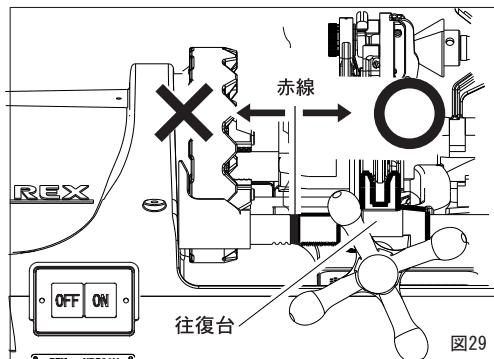

図29
- 受けパイプの赤線が往復台でかくれた位置からねじ切りを開始すると、ねじが切れ上がるまでに往復台が主軸台に当り、事故や破損の原因となります。（図29）
受けパイプの赤線が往復台でかくれた位置からねじ切りを開始すると、ねじが切れ上がるまでに往復台が主軸台に当り、事故や破損の原因となります。(P. 16 図 29)
受けパイプの赤線が往復台でかくれた位置からねじ切りを開始すると、ねじが切れ上がるまでに往復台が主軸台に当り、事故や破損の原因となります。(P. 16 図29)